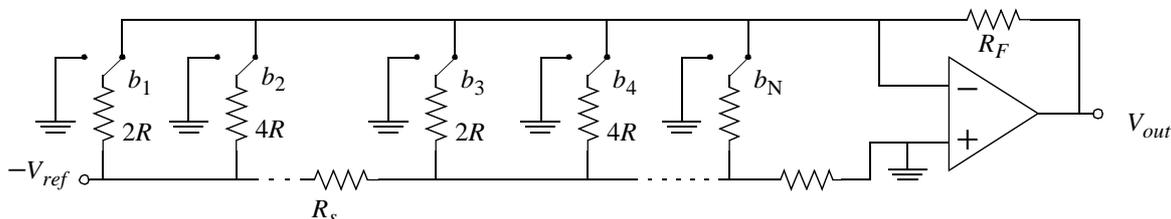

Figura 2: Convertidor D/A basado con reducida relación entre resistencias
2.8) Considere el convertidor de la Figura 2 donde se ha utilizado un único resistor en serie para el convertidor de N bit y donde N es un número par. Determinar: